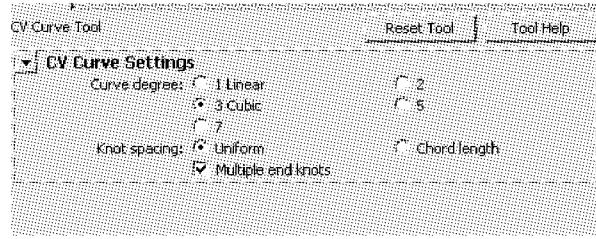

图 3-1 CV 曲线设置面板
(1) 单击 Create→CV Curve Tool 命令后面的图标，打开 CV 曲线创建的设置面板如图 3-1 所示，进行所需的设置。